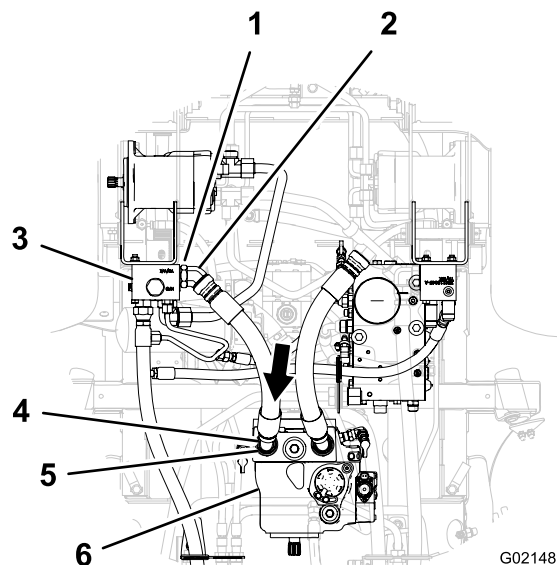

Bild 19
5. Fluchten Sie das 45°-Anschlussstück am Druckschlauch mit dem geraden Anschlussstück an der Hydraulikpumpe aus (Bild 19).
6. Schrauben Sie das 45°-Anschlussstück am Druckschlauch auf das gerade Anschlussstück an der Hydraulikpumpe (Bild 19).
7. Ziehen Sie die Klemmmutter am 45°-Hydraulikanschlussstück am Mengenteilerverteiler an (Bild 19).